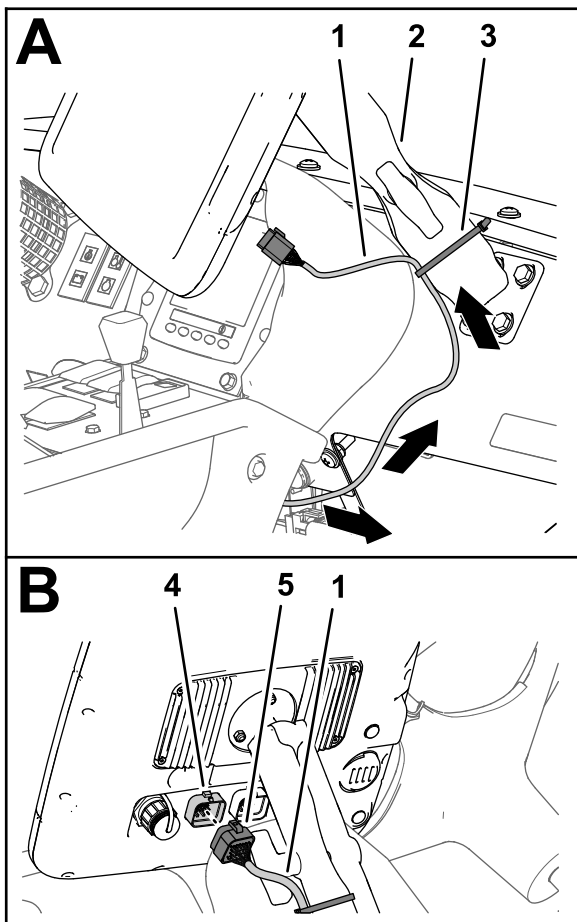

**Figura 149**
3. Enrute la rama de 226 cm (89\") del arnés de datos hacia adelante y hacia arriba por el anillo de goma que rodea el orificio del panel de suelo (Figura 149).
5. Enrute la rama de 226 cm (89\") del arnés de datos hacia arriba y por el arnés de cables delantero de la máquina (Figura 149).